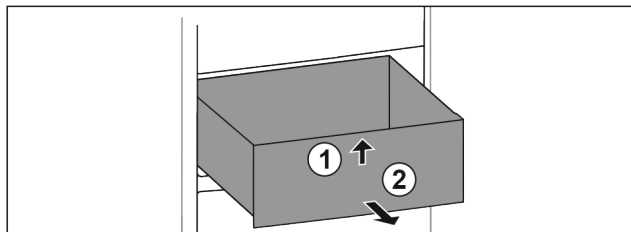

Fig. 38
- ▶ Nadzvedněte zásuvku vpředu. Fig. 38 (1)
- ▶ Vyjměte zásuvku dopředu. Fig. 38 (2)